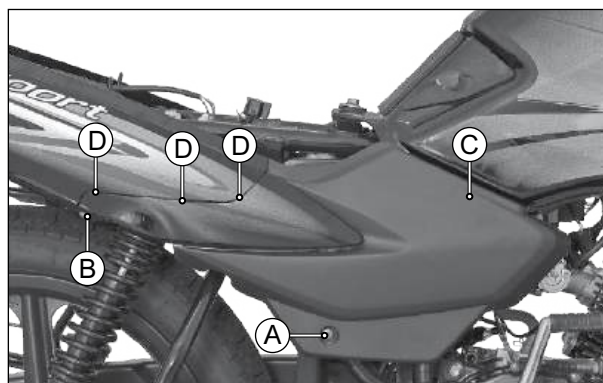

Fig. 1.21
- Remova o parafuso (A) (M5x16) de fixação da tampa lateral direita. (Fig. 1.21)
- Remova o parafuso (B) (M5x16) de fixação da tampa lateral direita. (Fig. 1.21)
- Puxe cuidadosamente a extremidade dianteira da tampa lateral direita e desencaixe a lingueta (C) da borracha de amortecimento do tanque de combustível. Libere cuidadosamente as travas da lateral direita (D) da carenagem traseira direita e remova a lateral direita. (Fig. 1.21)
- Remova o parafuso (B) (M6x16) de fixação da tampa lateral esquerda. (Fig. 1.21)